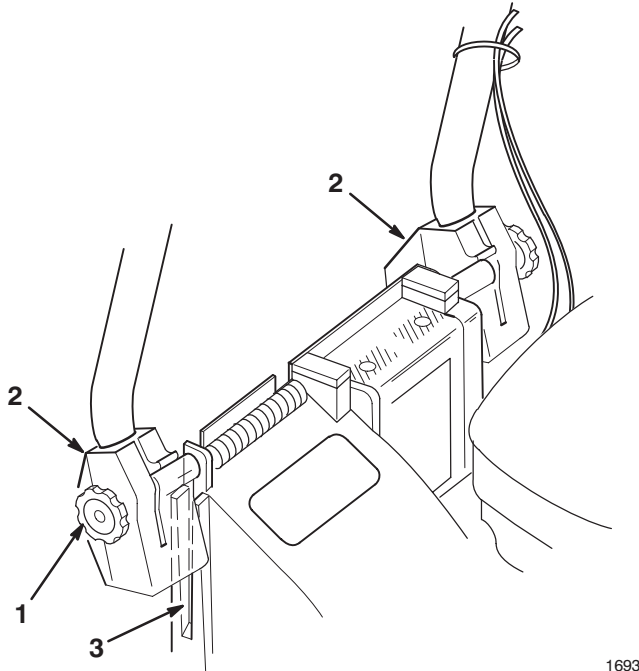

Abbildung 1
1. Die Knöpfe an den Haltebügeln lösen (Abb. 1).
3. Die Enden der Griffstange in die Löcher der Gestängehalterung schieben, bis sie sicher gehalten werden (Abb. 1). Sicherstellen, daß Gaszug, Elektrostartkabel (E-Start-Modell) und Antriebskabel an der Gestängehalterung links oben sind (Abb. 2).